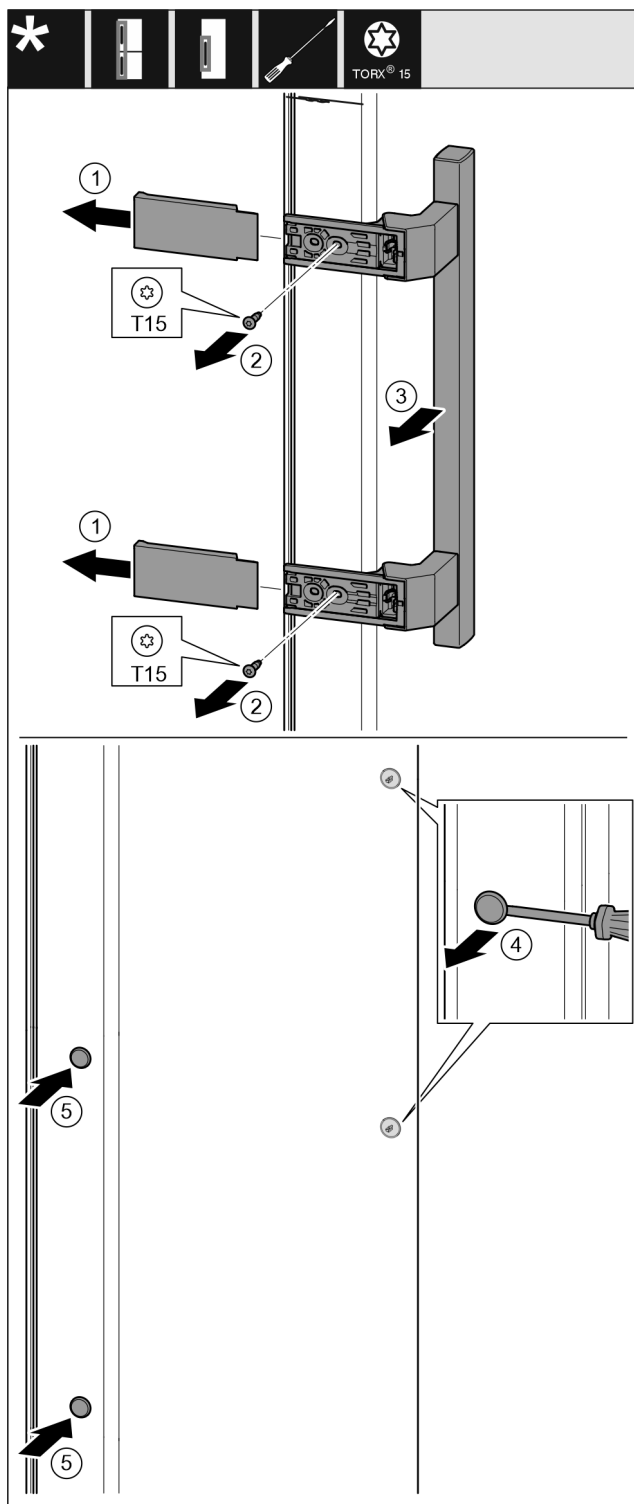

Fig. 22
- ▶ Rimuovere la copertura. Fig. 22 (1)
- ▶ Svitare le viti con il cacciavite T15. Fig. 22 (2)
- ▶ Rimuovere la maniglia. Fig. 22 (3)
- ▶ Con un cacciavite a testa a intaglio sollevare con cautela i tappi laterali ed estrarli. Fig. 22 (4)
- ▶ Inserire nuovamente i tappi sull'altro lato. Fig. 22 (5)